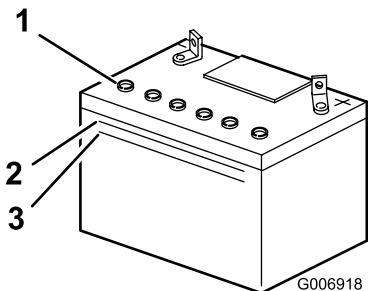

Figura 26
2. Mire hacia el lateral de la batería. El electrolito debe llegar a la línea superior (Figura 26).
**Nota:** No permita que el electrolito esté por debajo de la línea inferior (Figura 26).
3. Retire los tapones de ventilación de la batería (Figura 26).
4. Vierta lentamente agua destilada en cada célula de la batería hasta que el nivel de electrolito llegue a la línea superior (Figura 26) de la caja de la batería.
5. Espere de cinco a diez minutos después de llenar las células de la batería. Añada agua destilada, si es necesario, hasta que el nivel de electrolito llegue a la línea superior (Figura 26) de la caja de la batería.